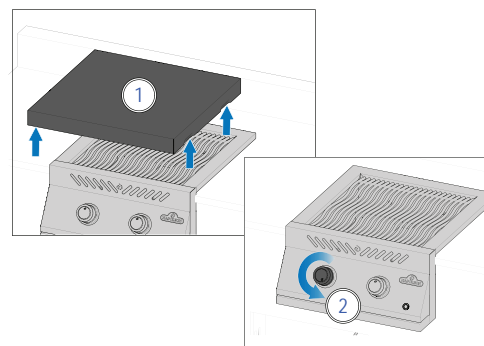

Рис.2
3. Если горелка не загорится, поверните ручку управления горелкой по часовой стрелке в положение ВЫКЛЮЧЕНО. Подождите 5 минут. Повторите шаги 2 и 3. (Рис. 2).